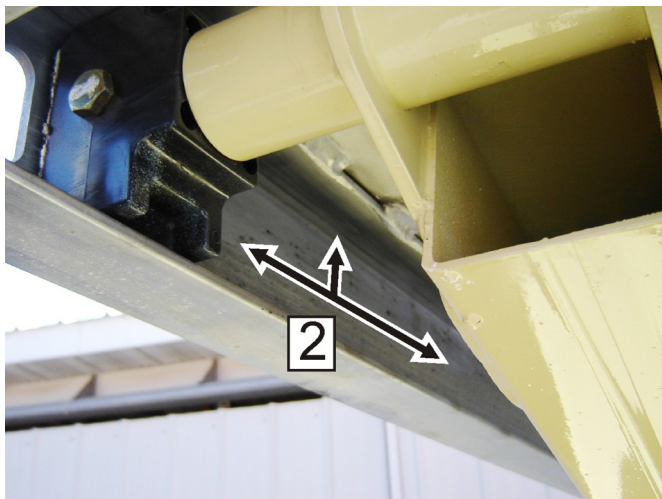

Рис. 6-3. Желоб верхней скользящей накладки
4. С обеих сторон машины нанесите слой консистентной смазки по всей длине верхнего направляющего желоба (2) внутри и с верхней стороны. См. Рис. 6-3., Желоб верхней скользящей накладки